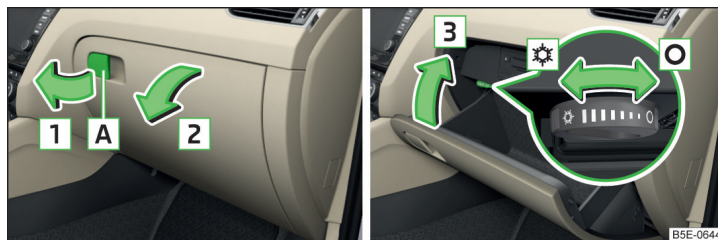

Fig. 108 Ouvrir le vide-poches / fermer le vide-poches et ouvrir la ventilation
- Tirez la poignée **A** dans le sens de la flèche **1** et rabattez le cache dans le sens de la flèche **2** » fig. 108
- Pour **ouvrir**, tournez l'interrupteur rotatif jusqu'à la butée dans la position  » fig. 108.